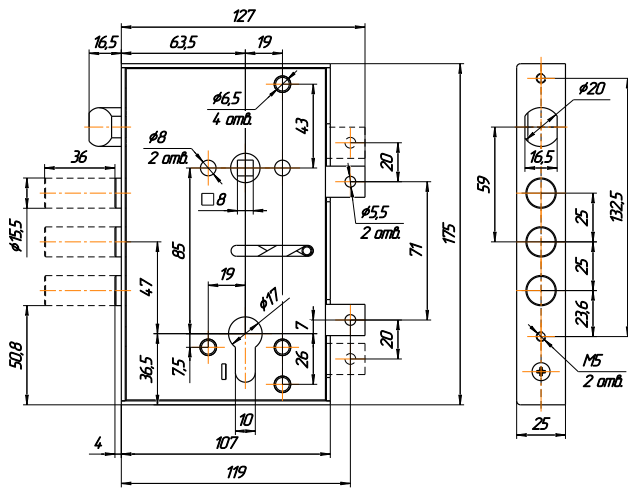

Рис.2
4.1. Произвести разметку двери согласно рис.2. Выполнить на торце полотна двери и в дверной коробке отверстия под пальцы засова и защелку, а также для крепежа замка. Выполнить на полотне двери отверстия для цилиндрического механизма, для стержня ручек фалевых и крепежа.